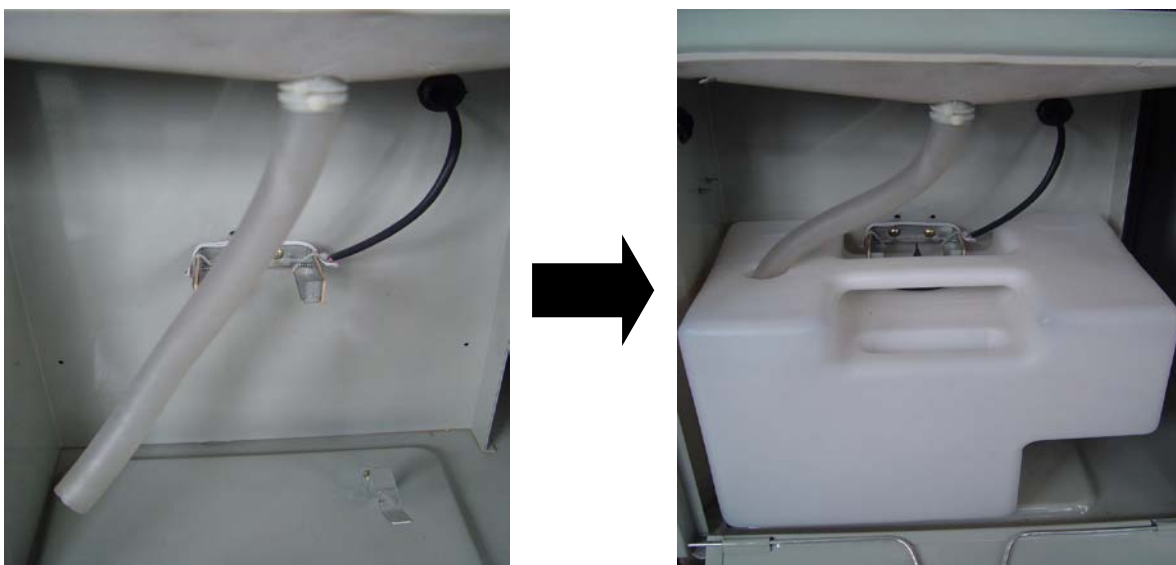

Bild 2
2) man schliesst einen Plastikschlauch mit 14 mm Innendurchmesser (muss vom Endverbraucher gestellt werden) an den Schlauchstutzen im Entleerungsraum (Bild 2) an; Es muss besonders darauf geachtet werden, dass der Plastikschlauch nicht über dem Entleerungsstand des Kondensationstrockners angebracht wird (max. H = ca. 30 cm), damit kein Wasser überläuft und somit das Gerät überschwemmt